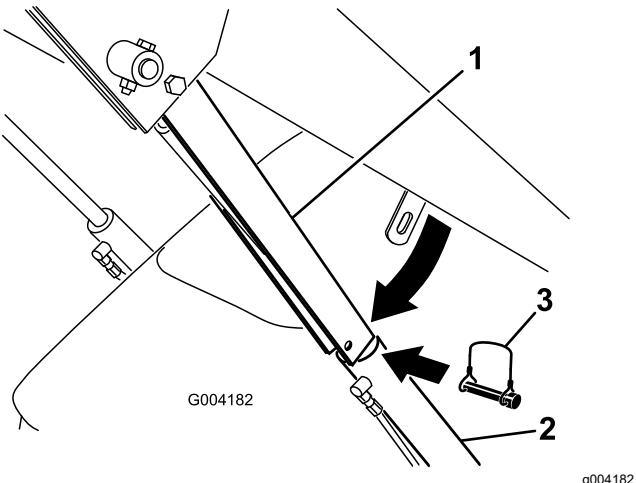

Figure 26
4. Enlevez la goupille à anneau qui fixe le verrou de vérin au bras de la chargeuse (Figure 26).
5. Abaissez le dispositif de blocage sur la tige du vérin et fixez-le en position à l'aide de la goupille à anneau (Figure 26).